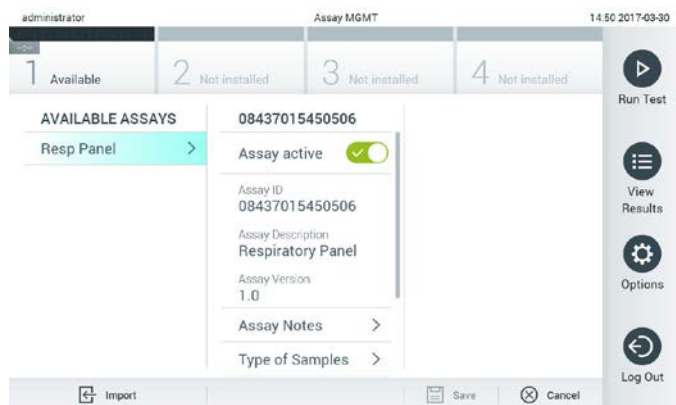

Abbildung 58: Verwaltung verfügbarer Assays
1. Drücken Sie auf die Schaltfläche Options (Optionen) und dann auf die Schaltfläche Assay Management (Assay-Verwaltung), um den Bildschirm Assay Management (Assay-Verwaltung) aufzurufen. Die verfügbaren Assays sind in der ersten Spalte im Inhaltsbereich aufgelistet (Abbildung 58).